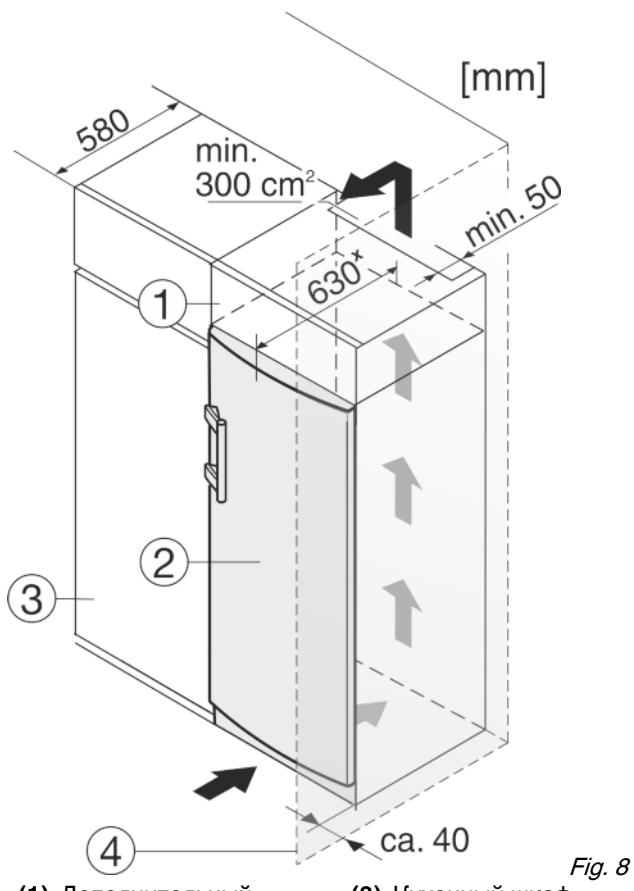

Fig. 8
(1) Дополнительный шкафчик
(2) Устройство
(3) Кухонный шкаф
(4) Стенка
Устройство может быть окружено предметами кухонной обстановки. Чтобы уравнять устройство *Fig. 8* (2) по высоте с кухонной стенкой, можно установить над устройством соответствующий дополнительный шкафчик *Fig. 8* (1).
При комбинировании с кухонными шкафами (глубина макс. 580 мм) устройство можно установить непосредственно рядом с кухонным шкафом *Fig. 8* (3). Устройство выступает сбоку на 34 мм^x и по центру на 50 мм^x относительно передней стенки кухонного шкафа.
Если устройство установлено на шарнирах у стены *Fig. 8* (4), то расстояние между устройством и стеной должно быть не менее 40 мм. Настолько выступает ручка при открытой дверце.